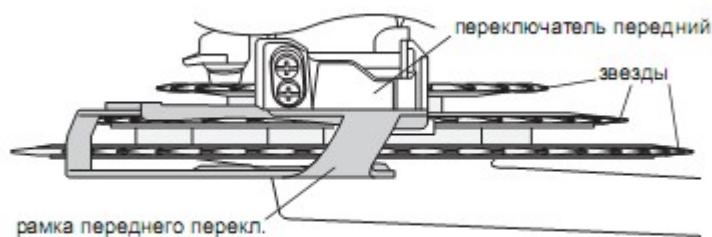
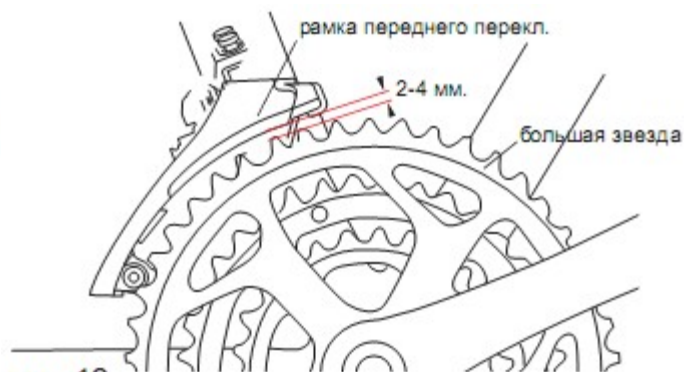

рис.9
рис.10
1. Установите передний переключатель на подседельной трубе таким образом, чтобы рамка переключателя была параллельна плоскости звёзд и расстояние от внешней рамки переключателя до большой звезды составляло 2-4 мм (рис. 9), (рис. 10).